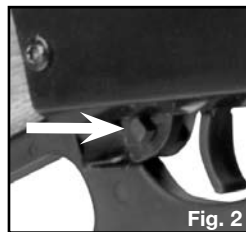

Fig. 2
- Poussez le mécanisme de sûreté complètement vers l'intérieur à partir du côté gauche (Fig. 2). Le mécanisme de sûreté n'est pas ENGAGÉ sauf s'il est poussé complètement et si l'anneau ROUGE autour du mécanisme de sûreté N'est PAS visible.